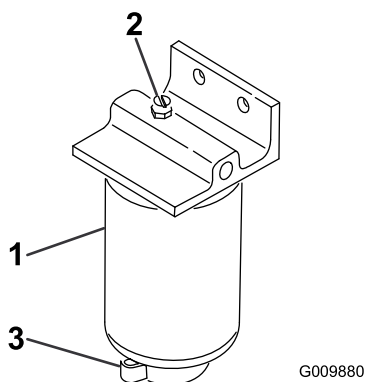

图 57
2. 松开过滤器过滤筒底部的排油阀 (图 57)。
1. 清洁滤清器过滤筒的安装区域 图 57。